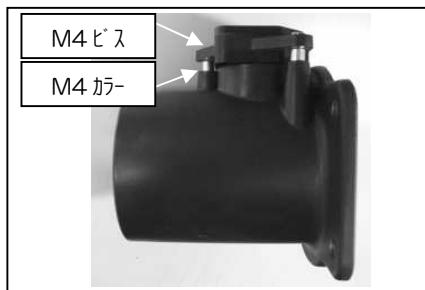

図5
- ①図5を参考にエアフロアダプター、エアフロセンサーを組み立てます。